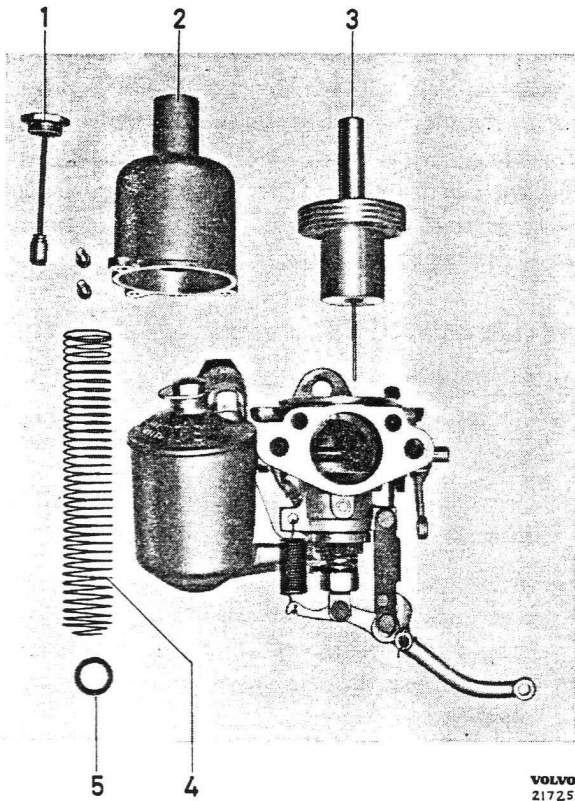

Bild 1-83. Saugkammer zerlegt (SU)
Dämpfungskolben (1, Bild 1-83) eine Dämpfungsanordnung. Diese Kolbenstange soll regelmässig mit Öl gefüllt werden, z.B. bei Rundschmierung des Fahrzeuges. Mutter am Saugkammerdeckel abschrauben, Dämpfungskolben herauziehen und Ölauffüllung durch das Loch vornehmen. Nur die Kolbenstange und nicht der Raum darüber soll gefüllt werden. Dünnes Motoröl (SAE 10 W) benutzen.
1. Dämpfungskolben (1, Bild 1-83) aus der Saugkammer herausnehmen.